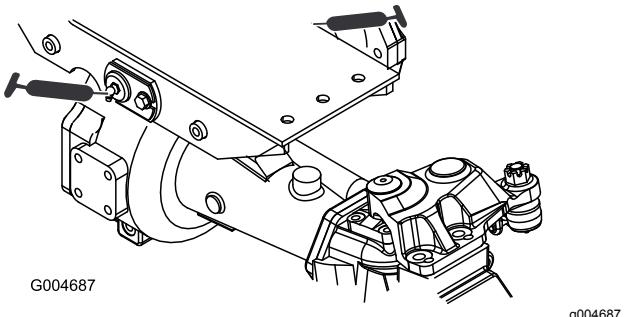

Рисунок 77
- Втулки шарниров переднего и заднего моста (2 шт.) (Рисунок 77)